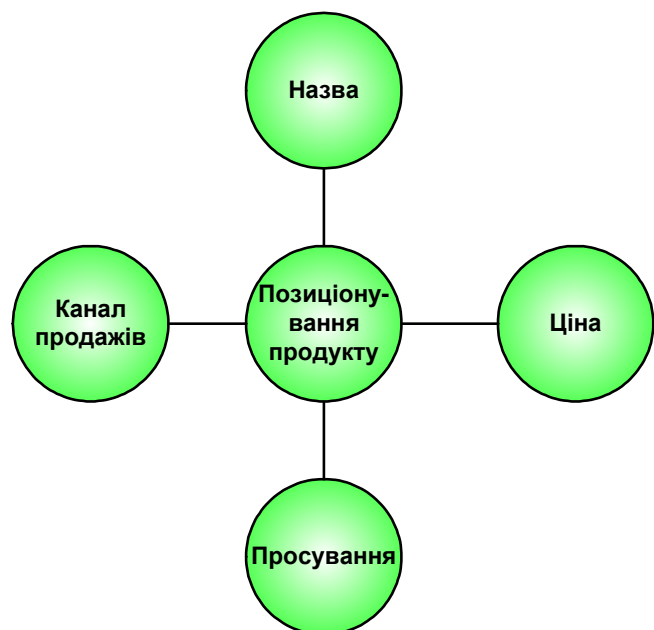

Рис. 1.30. Фігура на підставі майстер-шейпу *Кругова діаграма*
8. По черзі встановлюючи курсор на кожен круг, надрукуємо тексти їх написів: «Позиціонування продукту», «Назва», «Ціна», «Просування», «Канал продаж» (рис. 1.30). (Перше клацання мишею в центрі будь-якого круга виділяє всю діаграму, а друге – сам цей круг.)